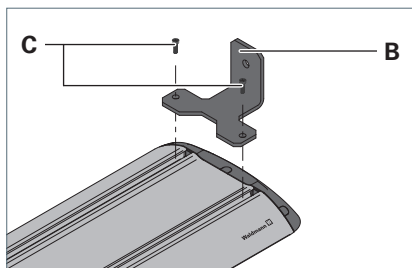

Fig. 12: Monter les équerres pour le type de montage « Latéral ».
- Montez l'équerre **B** jointe à l'aide des vis **C** jointes et les écrous de glissement sur le luminaire et serrez les vis, voir Fig. 12.